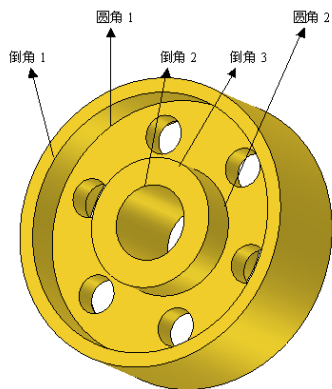

图 8-11 圆角
在零件的某些边线处创建倒角与圆角特征。要添加倒角和圆角的位置如图 8-11 中所示。
①单击【模型】标签栏【修改】面板上的【圆角】工具按钮，打开【圆角】对话框。
②选择图 8-11 中圆角 1 和圆角 2 所示的边线作为圆角边（注意零件两侧的边都要选择），设置圆角半径为 4mm，单击【确定】按钮完成圆角特征创建。
③单击【模型】标签栏【修改】面板上的【倒角】工具按钮，打开【倒角】对话框。
④选择图 8-11 中所示的倒角 1、倒角 2 和倒角 3 所示的边线作为倒角边，为了方便后来拉伸键槽时建立草图，暂时只选择零件一侧的倒角 2 边线进行倒角，另一侧的倒角 2 边线不设置倒角特征。当拉伸出键槽以后，再为其添加倒角特征。
⑤在【倒角】对话框中设置倒角方式为【倒角边长】，指定倒角边长为 2mm。